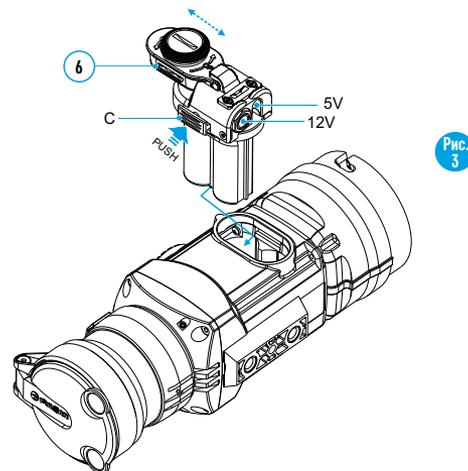

Рис. 3
- Установите переходник внешнего питания в контейнер батарей монокулера (**см.рис.3**). Убедитесь в том, что защелки (C) адаптера защелкнулись с обеих сторон.
- Закрепите крышку (6) на адаптере (**см. рис.3**).
- Включите прибор кратким нажатием кнопки "ON/OFF" (9).